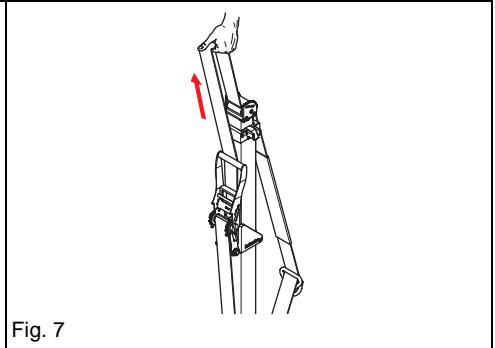

Fig. 7
- 延展张紧带。参见 Fig. 7。可以将安全挂钩从 V 形撑杆底座上的钩孔上拆下。